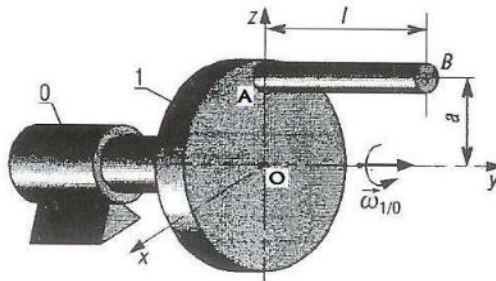

Figure V.4
**Exercice 03.** Une tige mince AB, de longueur ( $l$ ) et de masse ( $m$ ) est fixé sur un disque (1) en rotation à la vitesse  $\vec{\omega}_{1/0}$  par rapport à un bâti fixe (0). (Voir Figure V.4).